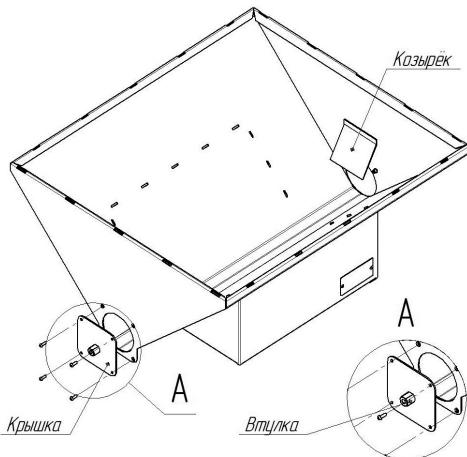
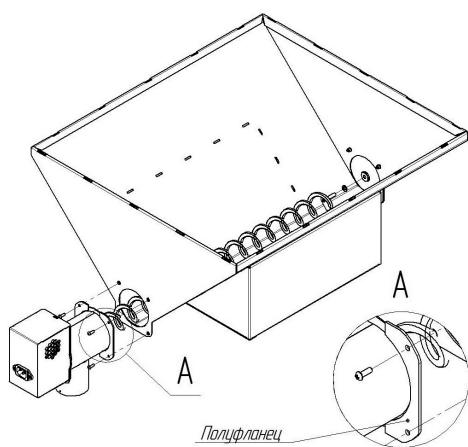

Рисунок 3
Рисунок 4
2. Установите крышку и втулку фиксации шнека со стороны противоположной наклонному козырьку в основании бункера (Рис. 3). Зафиксируйте крышку четырьмя винтами M4×12.
4. Установите в основание бункера шнековую группу, состоящую из привода питателя с патрубком выгрузки и шнеком. Для этого вставьте шнековую группу в отверстие основания бункера со стороны наклонного козырька (см. Рис. 3), находящегося внутри основания бункера (Рис. 4). Свободный конец шнека с установленной шайбой заведите во втулку фиксации шнека.